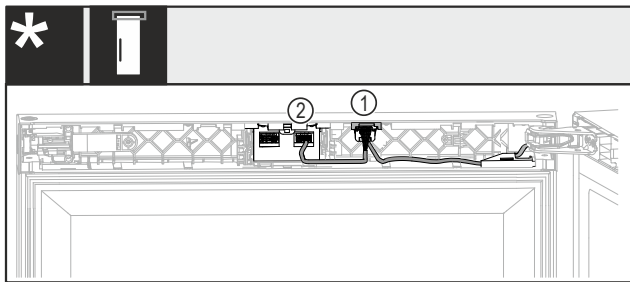

Fig. 45 Zár nélkül vagy mechanikus zárral*
- Tolja be a dugót mindkét kábellel Fig. 45 (1) együtt a vezetéksínbe.*
- Pattintsa be a dugót az egyik kábellel Fig. 45 (2) a jobb oldali fészekbe.*